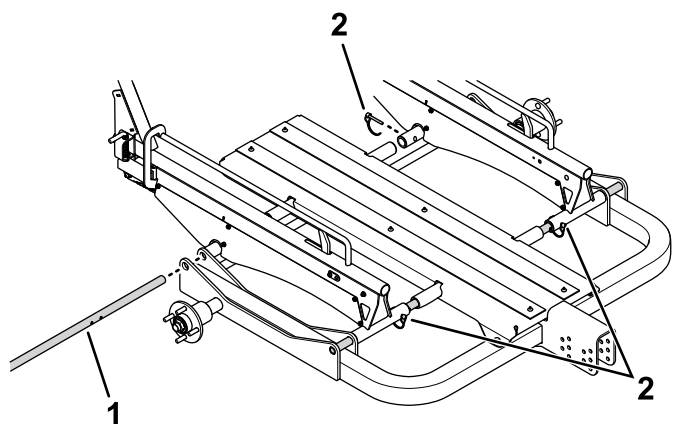

Figura 19
2. Tenha um assistente a segurar o kit de rodas ou o kit de carris e o apoio central no local enquanto instala as barras de apoio através dos orifícios do kit, do apoio central e da estrutura principal (Figura 19).